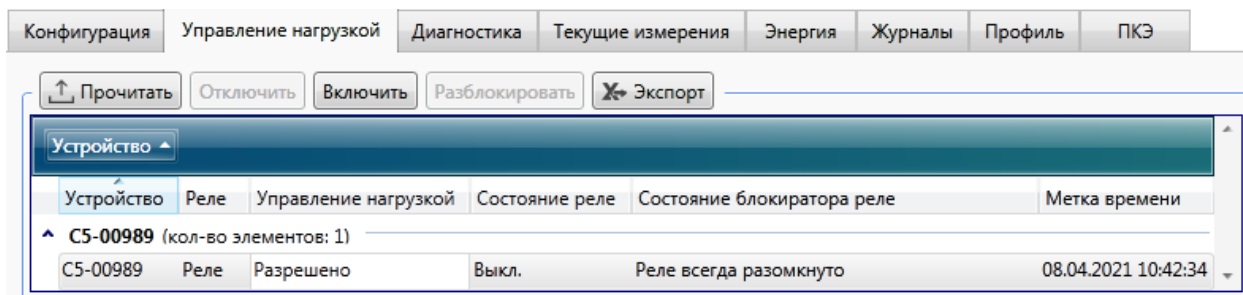

Рисунок 9.59 – Реле заблокировано в разомкнутом состоянии
- реле всегда разомкнуто, в случае если реле было разомкнуто (рисунок 9.59);